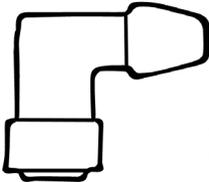

Rysunek 34
- Zdejmij starą nasadkę świecy zapłonowej ze świecy zapłonowej (Rys. 34).